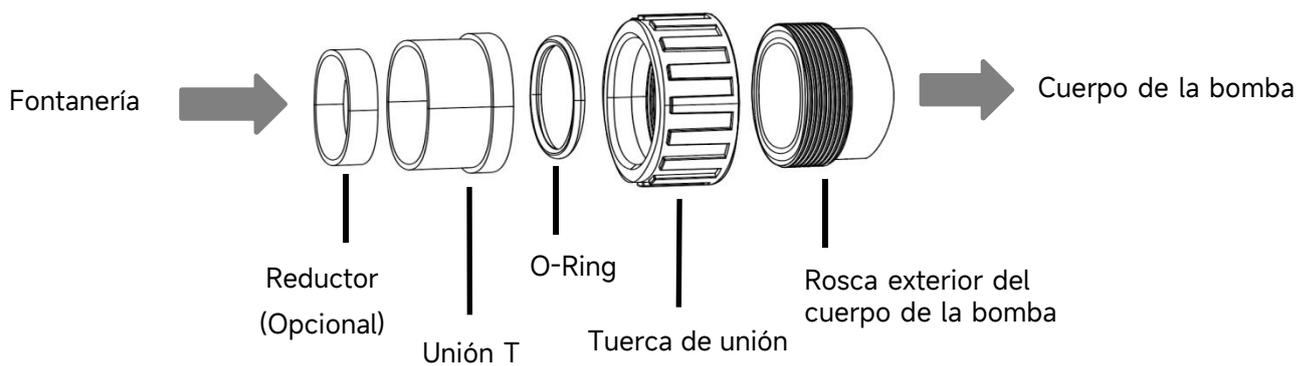

Figura 3 - Kit de unión
3) Utilice el KIT DE UNIÓN suministrado por el fabricante de la bomba (consulte la Figura 3). No utilice otros accesorios para conectar la entrada/salida de la bomba, ya que podrían dañar el cuerpo de la bomba.